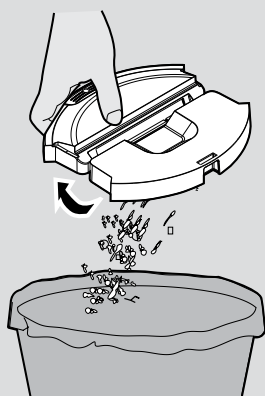
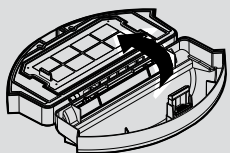

Fig. 8
Fig. 9
2. Svuotare il contenitore raccogli polvere sopra una pattumiera. [Fig. 8]
2. Svuotare il contenitore raccogli polvere. [Fig. 8] Aprire il contenitore raccogli polvere, rimuovere la rete del filtro insieme al filtro, quindi rimuovere il filtro EPA dalla rete del filtro e pulirli separatamente. Procedere all'assemblaggio in modo inverso assicurandosi che il filtro sia montato correttamente. [Fig. 9,10]